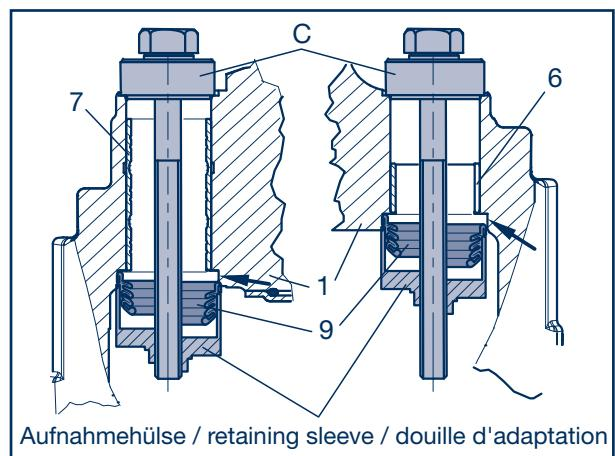

Fig. 2
Die Dichtsitze der Faltenbälge (9) im Bremsattel dürfen nicht beschädigt werden (Fig. 2/Pfeile).
- [5] Faltenbalgsitze auf den Führungsbuchsen (4) und (5) und im Bremsattel müssen sauber und fettfrei sein.
- [6] Dichtsitz im Bremsattel (Fig. 2/Pfeil), Führungshülse (6) und die Messingbuchse (7) auf Korrosion, Verschmutzung und Schäden überprüfen ggf. ersetzen (siehe Kapitel 18.2).
The seal seats of the bellows in the brake caliper must not be damaged (Fig. 2/arrow).
- [5] The bellow seats on the guide bushes (4) and (5) and in the brake caliper must be clean and free from grease.
- [6] Check the seal seat in the brake caliper (Fig. 2/arrow), guide sleeve (6) and the brass bush (7) for corrosion, dirt and damage, replace, if necessary (see chapter 18.2).
- [7] Insert a new bellows (9) into the retaining sleeve (arrow) of the fitting tool C (Knorr no. K002254, individual parts T35, T38, T39, washer) and make sure that the bellow folds are located within the retaining sleeve of the tool.
- [2] Retirer les bagues (58).
- [3] Retirer les douilles de guidage (4) et (5).
- [4] Soulever le soufflet (9) avec le tournevis.
Les plans de joint des soufflets (9) de l'étrier de frein ne doivent pas être endommagés (fig. 2/flèche).
- [5] Les plans de joint des soufflets et les douilles de guidage (4) et (5) ainsi que l'étrier de frein doivent être propres et exempts de graisse.
- [6] Vérifier si le plan de joint de l'étrier de frein (fig. 2/flèche), la douille de guidage (6) et la douille en laiton (7) présentent des traces de corrosion, de salissure ou de dommage ; le cas échéant, les remplacer (voir chapitre 18.2).
- [7] Insérer un nouveau soufflet (9) dans la douille d'adaptation (flèche) de l'outil d'insertion C (réf. Knorr K002254, pièces T35, T38, T39, rondelle) et veiller à ce que les plis du soufflet se trouvent à l'intérieur de la douille d'adaptation de l'outil.
- [11] Messingbuchse (Fig. 2/7) und Führungshülse (Fig. 2/6) mit Renolit HLT2 nachfetten.
- [12] Führungsbuchsen (4) und (5) einbauen.
- [13] Faltenbalg (9) in die Nut (siehe Pfeil) einsetzen.
- [14] Durch Aufschieben der Ringe (58) die Faltenbälge (9) in den Nuten der Führungsbuchsen (4) und (5) sichern.
- [11] Re-apply Renolit HLT2 to the brass bush (Fig. 2/7) and the guide sleeve (Fig. 2/6).
- [12] Install the guide bushes (4) and (5).
- [13] Insert bellow (9) into the groove (arrow).
- [14] Secure the bellows (9) into the grooves in the guide bushes (4) and (5) by pushing on the rings (58).
- [11] Graisser la douille en laiton (fig. 2/7) et la douille de guidage (fig. 2/6) à l'aide de Renolit HLT2.
- [12] Monter les douilles de guidage (4) et (5).
- [13] Insérer le soufflet (9) dans la rainure (voir flèche).
- [14] En faisant glisser les bagues (58), fixer les soufflets (9) dans les rainures des douilles de guidage (4) et (5).